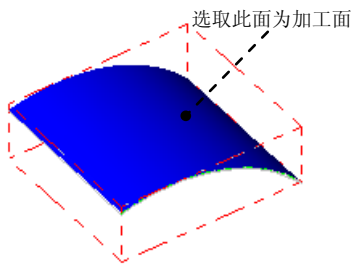

图 5.5.3 选取加工面
Step2. 选取加工面。在图形区中选取图 5.5.3 所示的曲面，然后按 **Enter** 键，系统弹出“刀具/曲面选择”对话框。